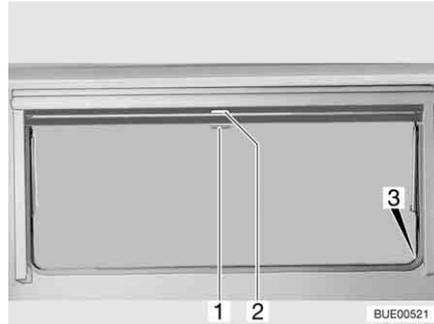

Fig. 53 Ventana abatible
- Tirar del asidero (Fig. 53,2) de la persiana oscurecedora enrollable hacia abajo. Cuando la persiana oscurecedora enrollable se cierre por completo, encajarla en el bloqueo (Fig. 53,3) a ambos lados del marco de la ventana.
- Cuando la persiana oscurecedora enrollable está completamente cerrada: Presionar el tirador (Fig. 53,2) hacia abajo y tirarlo ligeramente hacia dentro. Desenganchar la persiana oscurecedora enrollable de los bloques a izquierda y derecha del marco de la ventana.
- Cuando la persiana oscurecedora enrollable se encuentre en una posición intermedia: Tirar ligeramente del asidero (Fig. 53,2) hacia abajo, hasta que se hay soltado el bloqueo.
- Tirar hacia abajo de la mosquitera enrollable (Fig. 53,1) y engancharla en el bloqueo (Fig. 53,3) a ambos lados del marco de la ventana.
- Presionar el tirador (Fig. 53,1) hacia abajo y tirarlo ligeramente hacia dentro. Desenganchar la mosquitera enrollable de los bloqueos a izquierda y derecha del marco de la ventana.